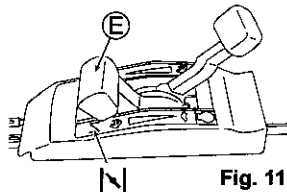

Fig. 11.
3 Coloque a alavanca do acelerador (E) na posição de afogador "N". (Veja a fig. 11.)